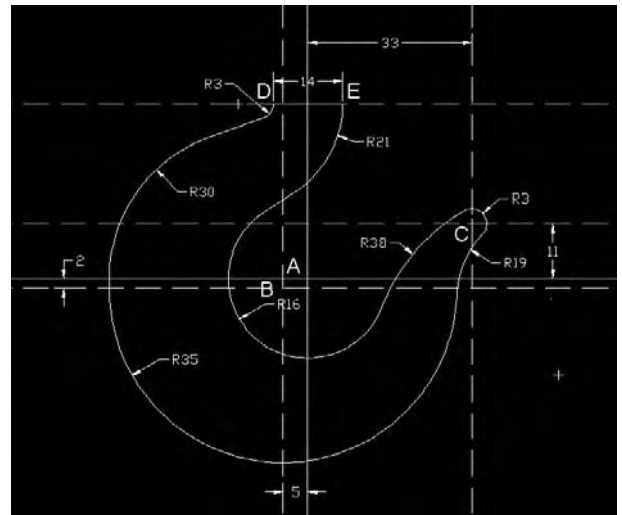

Fig.19.2
- 3 Par les points A, B, C, tracez respectivement les cercles de rayons 16, 30, 35 et 3 cm. Puis tracez les cercles de rayons 21 et 3 cm se terminant en D et E. Enfin tracez les cercles TTR de 19 et 38 cm à l'extrémité droite du crochet (fig.19.2).